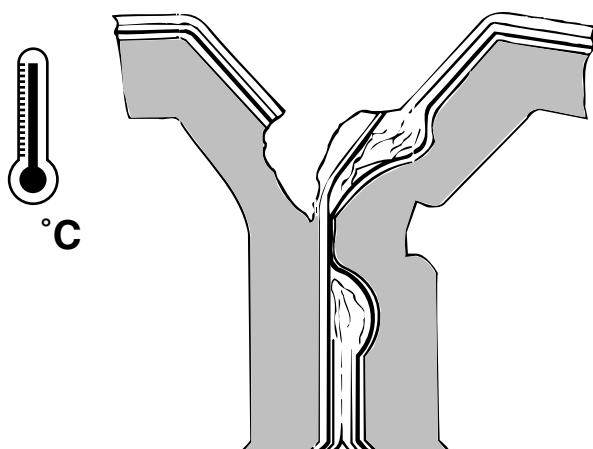

Рис.1
- стык запечатывания остается неповрежденным, но возникает разрыв бумажного слоя (рис. 1).